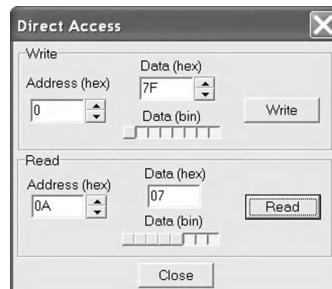

图 9-5. GUI 中的直接访问读取/写入
- 点击菜单“Operations”（操作），然后选择“Direct access”（直接访问），通过提供寄存器地址来读取该寄存器，如图 9-5 所示。
- 点击菜单“Operations”（操作），然后选择“Direct access”（直接访问），通过提供寄存器地址和值来写入该寄存器，如图 9-5 所示。